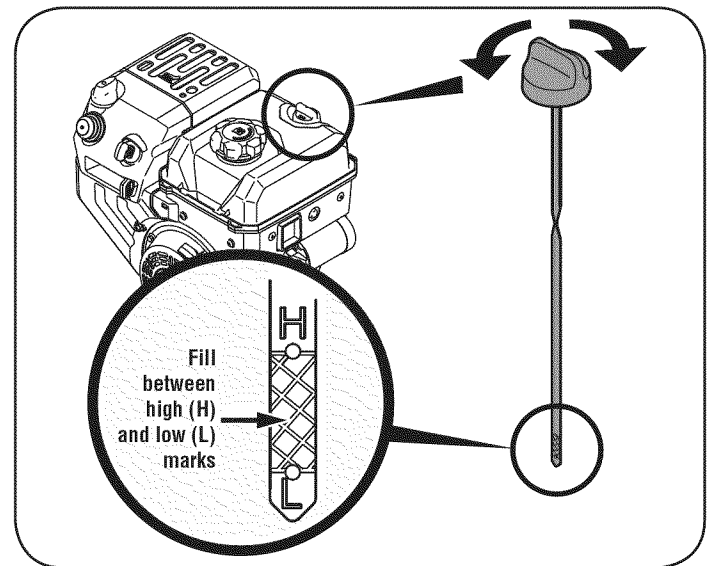

Figura 12
3. Retire el tapón de llenado de aceite. Si el nivel está bajo, agregue aceite lentamente hasta registros de nivel del aceite entre alto (H) y bajo (L). Vea la Figura 12.